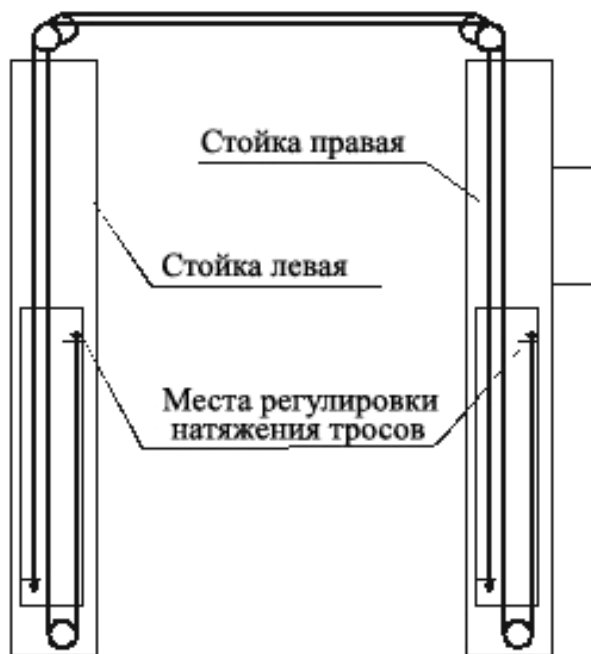

Рисунок 8 Схема запасовки синхронизирующих тросов
6.6 Установить тросы системы синхронизации кареток (см. рис. 8). Для облегчения монтажа тросов в каретках использовать тонкую проволоку, продетую через отверстие в наконечнике троса. Отрегулировать натяжение тросов. При чрезмерном натяжении тросов каретки движутся прерывисто. При недостаточном натяжении тросов одна каретка при движении может опережать другую.